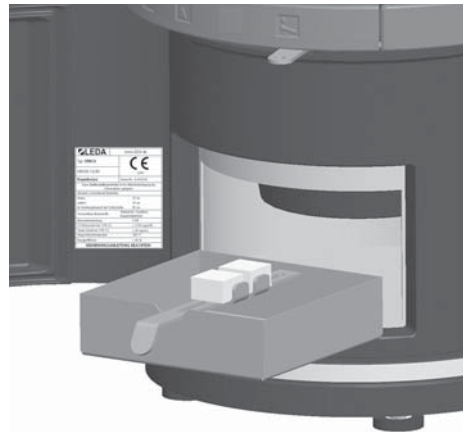

Abb. 4.9 Anzündhilfe im dafür vorgesehenen Halter auf dem Aschekasten
- legen Sie 2 Stücke einer passenden Anzündhilfe (z.B. LEDA FeuerFit) in den Halter auf dem Aschekasten - siehe Abb. 4.9,